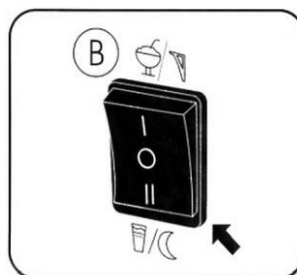

Рис. 6
1. Чтобы выключить гранитор для слаша, нажать главный выключатель/выключатель (A) до положения «O».
2. Если ночью продукт должен оставаться в граниторе для слаша, установить переключатель (B) в ночное положение (рис. 6).